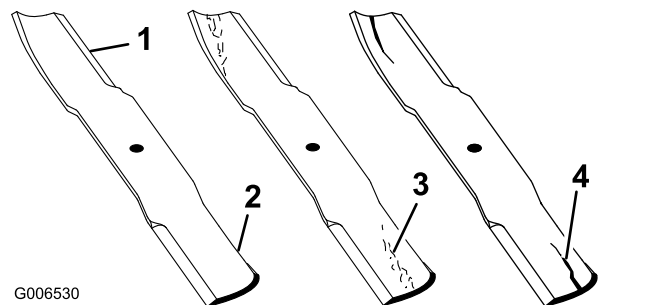

Figura 98
1. Inspeccione as extremidades de corte (Figura 98).
4. Se verificar quaisquer fissuras, desgaste, ou a formação de ranhuras nesta área instale imediatamente uma lâmina nova (Figura 98).